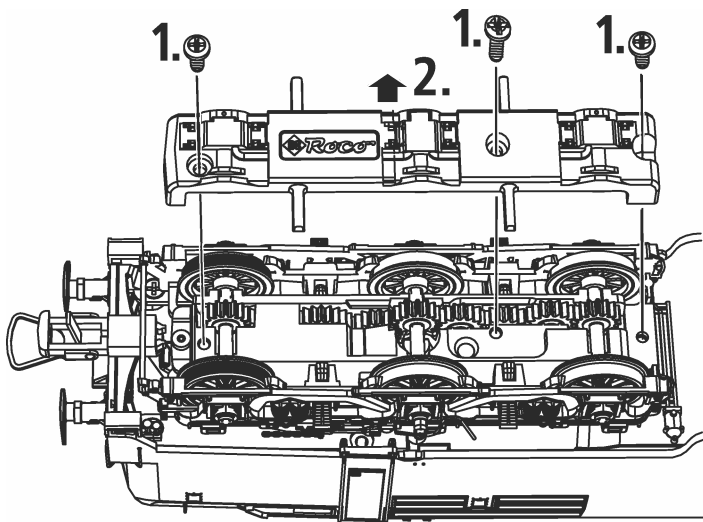

Fig. 3
1. Reinigung der Radstromkontakte: Radstromkontakte können auf unsauberen Schienen leicht verschmutzen. Bitte **entfernen Sie vorsichtig** mit einem kleinen Pinsel **den Schmutz** an den in Fig. 6 gekennzeichneten Stellen. Bitte zuerst das Lokgehäuse abnehmen (Fig. 3).
2. Schmierung: Versehen Sie die im Schmierplan in Fig. 7 gekennzeichneten Stellen mit nur **kleinen Öltropfen**. Dazu zuerst das Lokgehäuse abnehmen (Fig. 3). Wir empfehlen den **ROCO-Öler** Art. Nr. **10906**. Zur Schmierung der Getriebeteile (Zahnräder, Schnecke) empfehlen wir das **ROCO-Spezialfett 10905**. Im Falle der Schmierung diese Teile bitte nicht ölen.
4. Kohlebürstenwechsel: Lokgehäuse abnehmen (Fig. 3). Danach wird der **Motor ausgebaut** und die **Kohlebürsten ausgewechselt** (Fig. 9).
2. Graissage: N'appliquez **qu'une toute petite goutte** aux endroits indiqués par le plan de graissage (fig. 7) après avoir démonté la caisse (fig.3).
Démontez la caisse (voir fig 3). Démontez ensuite le moteur et échangez le balais (fig. 9).
1. Schoonmaken van de wielcontacten: Verwijder de lochuis (fig. 3), en verwijder met een penseel het vuil van de in fig. 6 aangegeven plaatsen.
2. Het smeren: Op de aangegeven punten slechts een enkel oliedruppeltje (Fig. 7). Daartoe wel eerst het lochuis verwijderen (Fig. 3). Wij adviseren **Rovo-smeerolie art. 10906**. Voor het smeren van de aandrijving (tandwielen, wormwielen, etc.) adviseren wij **Roco-smeervet art. 10905**. Let op. Geen olie gebruiken waar smeervet zit
4. Het vervangen van de koolborstels: Loc-kap verwijderen (Fig. 3). Daarna tilt u de motor eruit en kunt u de borstels vervangen (Fig. 9).